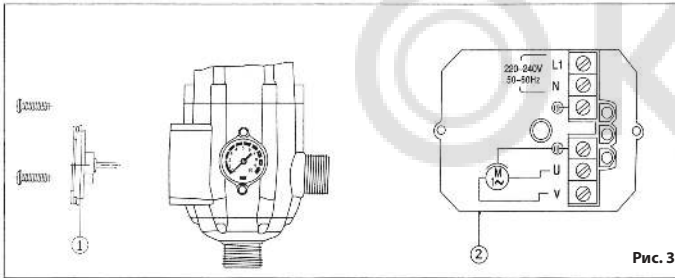

Рис. 3
d) Ошибка электрического соединения (2). Проверить соединения согласно рис.3